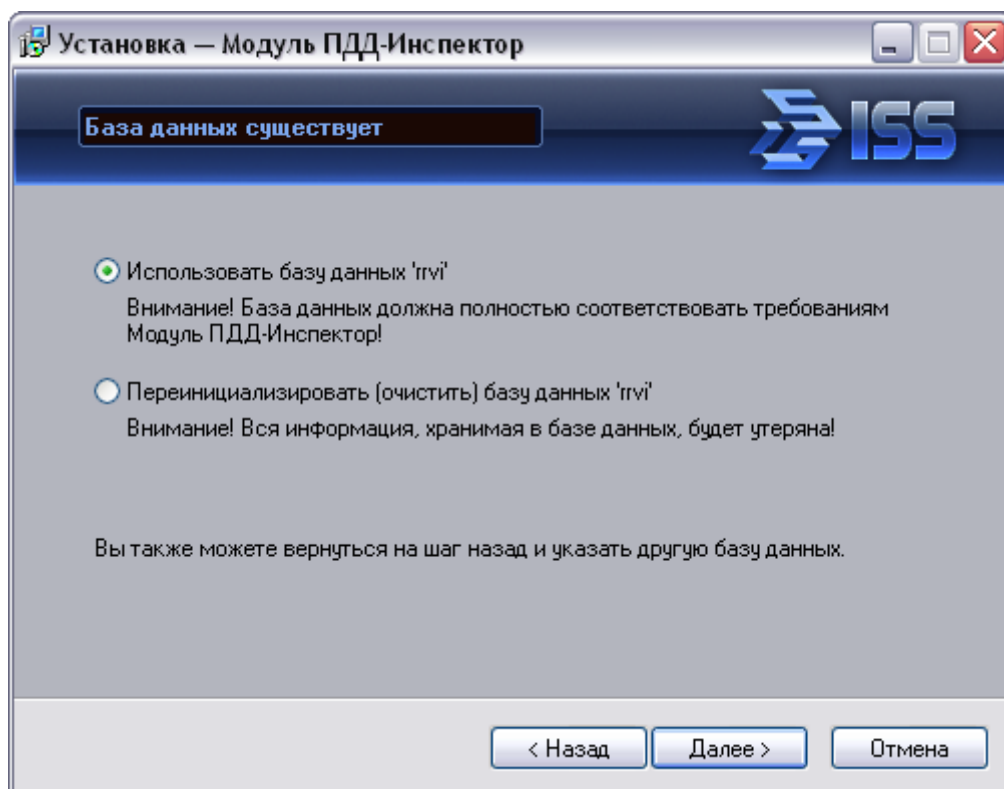

Рис. 6. Инициализация существующей базы данных
4. Если на компьютере обнаружена указанная в п. 3 база данных, то появится окно инициализации базы данных (рис. 6), в противном случае см. п. 5.